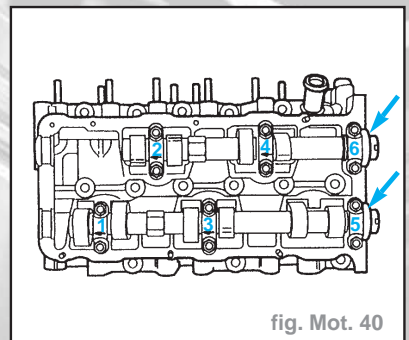

fig. Mot. 40
**Nota :** - Lors de la repose des arbres à cames, les évidements pour les pignons de chaîne d'arbres à cames doivent être orientés vers le haut (fig. Mot. 40).